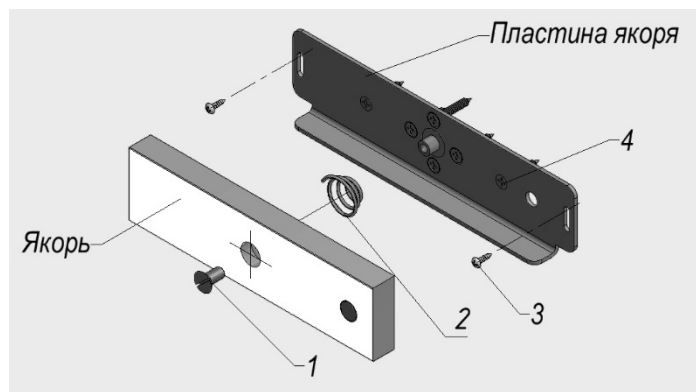
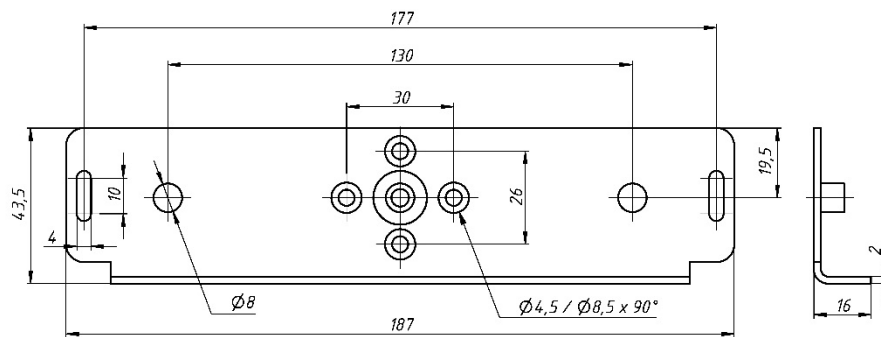

Рисунок 2
Рисунок 6 - Пластина крепления якоря
В комплекте поставки замка **AL-350FB-02** элементы крепежа якорной части заменены комплектом крепления якоря **350P** (рисунок 2):
- **комплект крепления якоря 350P** (рисунок 2).
Якорь замка для варианта поставки **AL-350FB-02** устанавливается без сверления монтажных отверстий в двери и без штифта. Якорь соединяется с пластиной (рисунок 6) винтом М6х12 через амортизирующую пружину и затем через регулировочные пазы в пластине крепится саморезами (поз.3 рисунок 2) к двери. После окончательной регулировки взаимного положения корпуса и якоря при закрытой двери саморезы (поз.3) затягиваются, якорь снимается с пластины и выполняется крепление пластины к двери саморезами (поз.4), после чего якорь снова устанавливается на пластину.